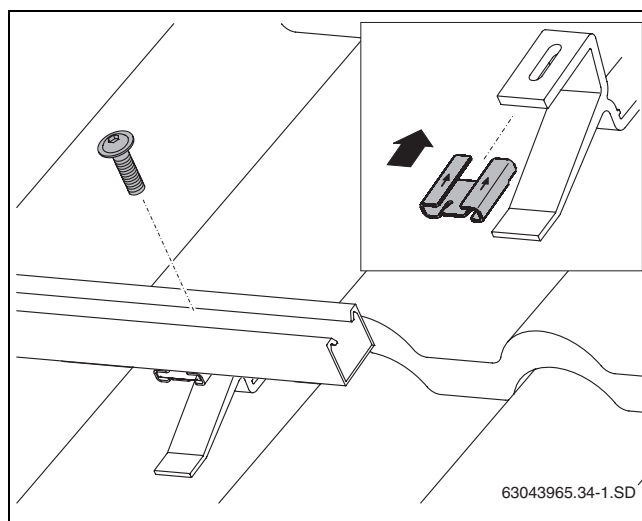

Fig. 28 Fixarea șinelor profilate pe cârligele de acoperiș
- ▶ Împingeți piulița de împingere (Fig. 28, [1]) pe cârligul de acoperiș în direcția săgeții.
- ▶ Amplașați șinele profilate inferioare (Fig. 28, [2]) pe cârligele de acoperiș și strângeți ușor șurubul M8 (Fig. 28, [3]) pentru a permite ajustarea ulterioară a șinelor profilate.